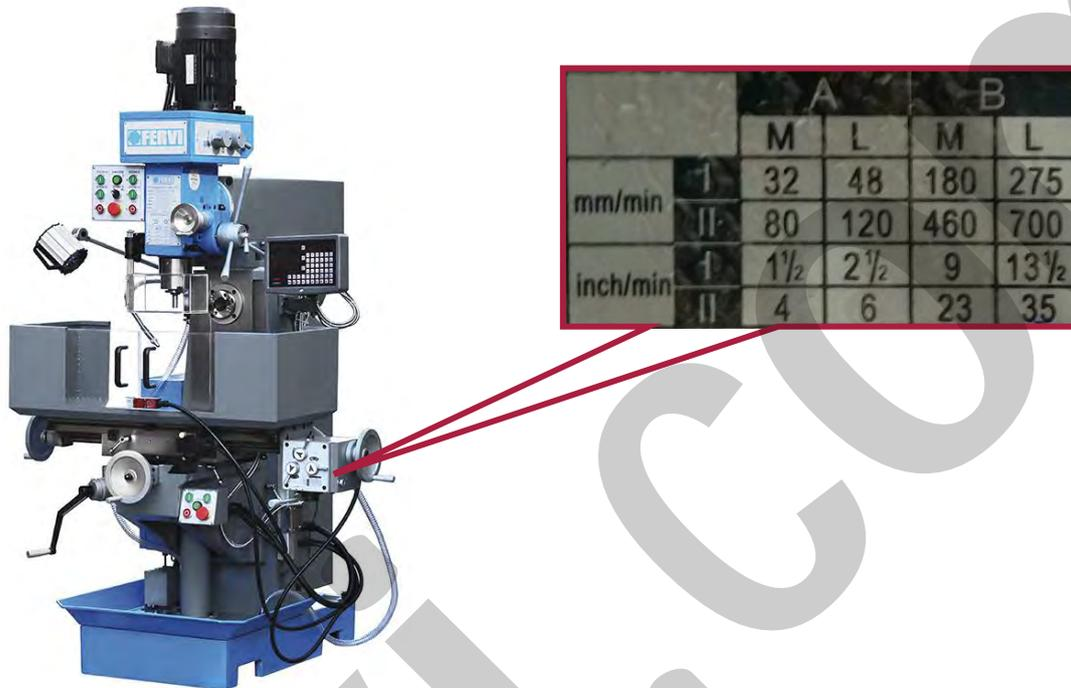
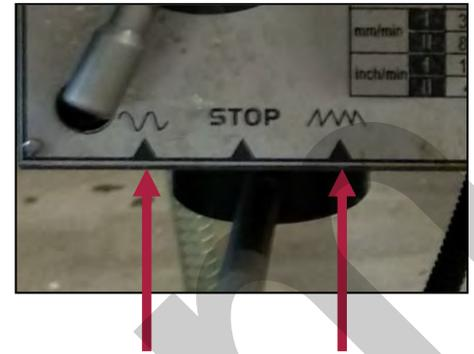
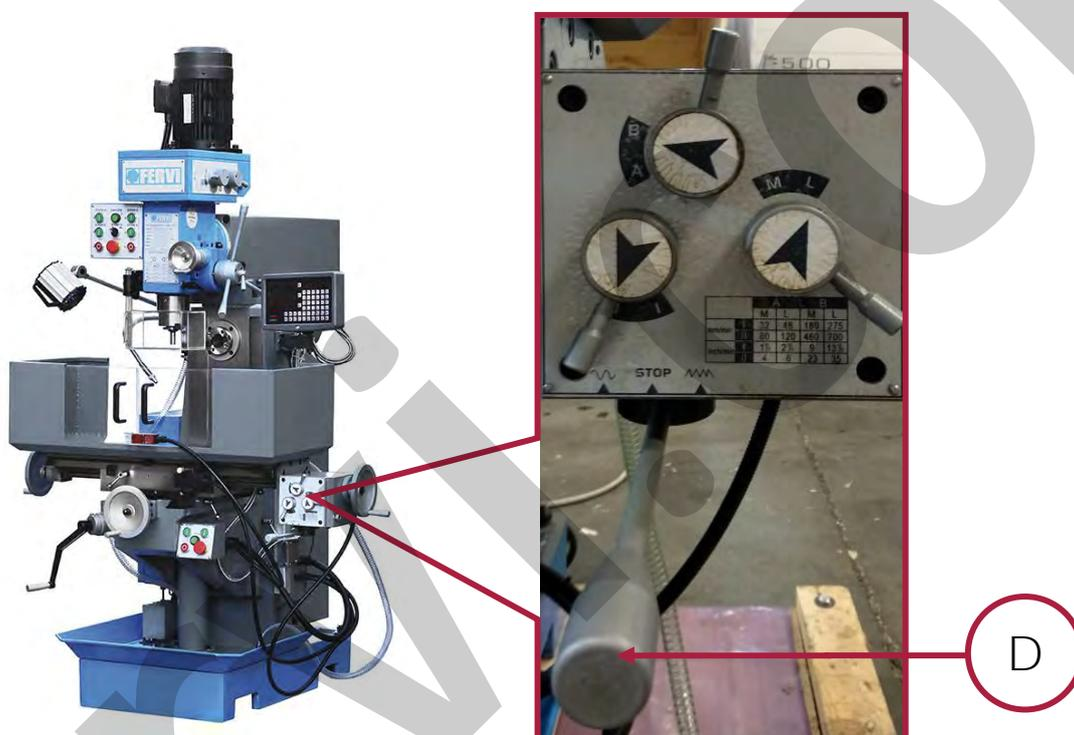
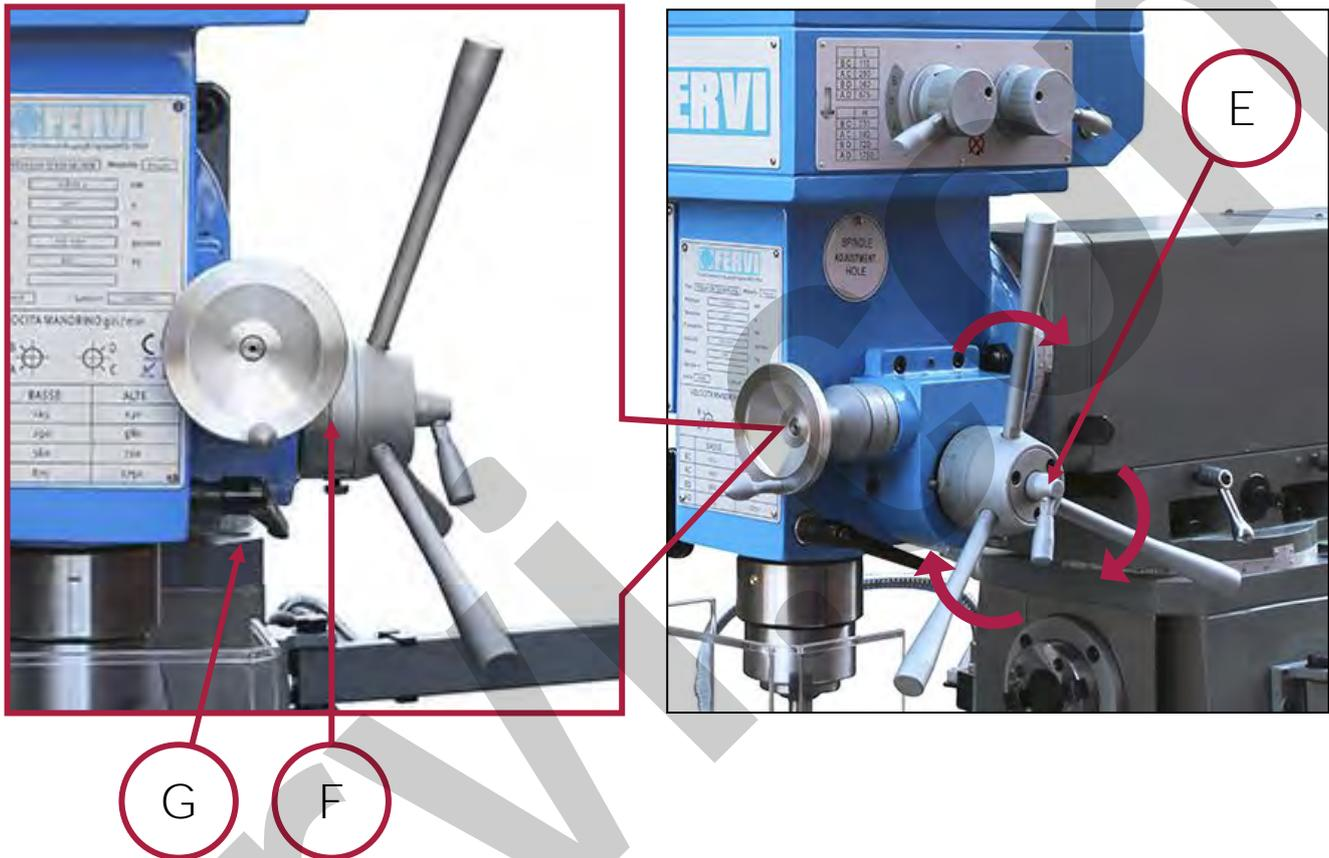

Figura 5 - Targa della velocità di avanzamento longitudinale automatica della tavola.
Figura 6 – Tipologie di avanzamento.
Figura 13 – Selettori del tipo di avanzamento e della velocità di avanzamento longitudinale della tavola.
Figura 14 – Raggiera e volantino per la movimentazione del mandrino verticale.
- Un avanzamento di lavorazione, (selezione a destra in Figura 6) da utilizzare durante lo svolgimento dell'operazione, con velocità variabile come mostrato in Figura 5;
- Un avanzamento di ritorno "a vuoto" (selezione a sinistra in Figura 6), da utilizzare durante il ritorno dell'utensile in posizione iniziale, senza lo svolgimento di nessuna lavorazione, a velocità fissa.
3. Posizionare le tre leve in Figura 13 secondo la configurazione corretta.
4. Ruotare la leva C in Figura 13 verso sinistra o verso destra in funzione del tipo di spostamento di effettuare, se a vuoto o di lavorazione rispettivamente (vedere Figura 6).
Per la salita e discesa del mandrino, è presente sulla parte destra della testata, una raggiera (Figura 14 a destra). Per abbassare il mandrino, cioè per avvicinare l'utensile al pezzo da lavorare, afferrare uno dei tre pomelli della raggiera e ruotarla in senso orario; viceversa per sollevare il mandrino, cioè allontanare l'utensile dal pezzo da lavorare, è sufficiente rilasciare la raggiera.
Quando il mandrino si trova vicino al pezzo in lavorazione, è possibile continuare l'avanzamento con il volantino per l'avanzamento micrometrico (Rif. F in Figura 13) per garantire una maggiore precisione. A tale fine occorre attivare la presa di forza serrando la leva apposita (Rif. E in Figura 14), la quale blocca il funzionamento della raggiera e attiva quello del volantino micrometrico. Una volta raggiunta la posizione desiderata per il mandrino, prima di effettuare la lavorazione occorre bloccare il canotto in posizione, azionando la leva apposita (Rif. G in Figura 14).